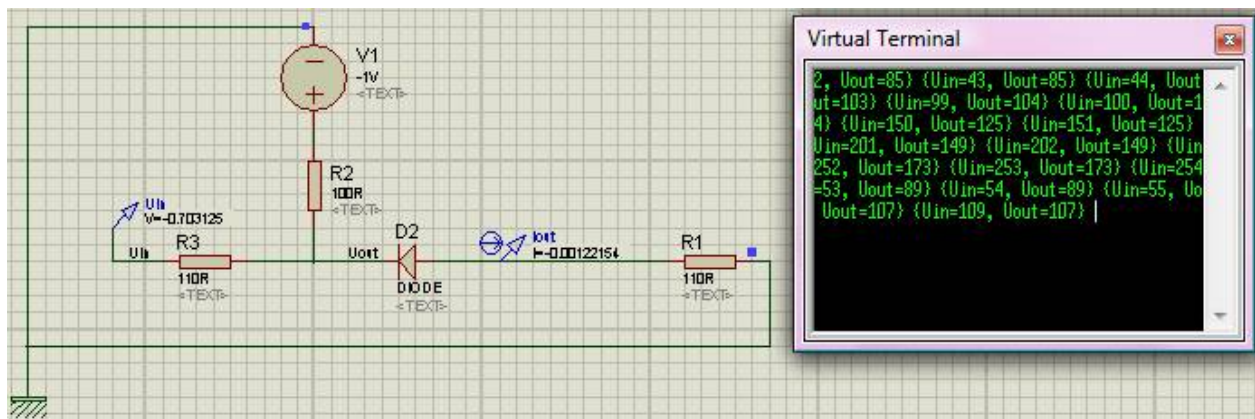

Рис. 3.2. – режим моделювання
4. Для запуску схеми на моделювання, необхідно натиснути на кнопку «Запустити моделювання» у вигляді чорного трикутника, розташовану на нижній панелі. Щоб призупинити, або зупинити повністю моделювання необхідно натиснути відповідну кнопку на тій же панелі. У режимі моделювання виконується моделювання роботи схеми в залежності від часу, при цьому всі інтерактивні елементи схеми змінюють свій стан в залежності від стану схеми в даний момент часу. Так, наприклад на рис. 3.2 видно, як в режимі моделювання відкрито вікно моделі терміналу послідовного порту, куди приходять дані у вигляді послідовності символів від мікроконтролера. Також на аналоговій частині схеми можна побачити два так названі пробники, підписаних як U_{in} і U_{out} . В режимі моделювання, під кожним пробником відображається рядок, що характеризує відповідну йому величину.